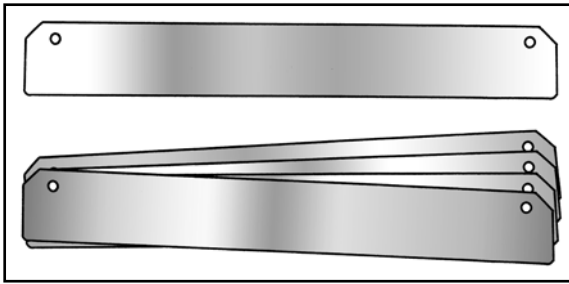

Fig. 2
- 3** Colocar la plataforma empotrable en el espacio de instalación, usando si es necesario los espesores de chapa para cubrir el espacio entre los lados del hueco y la plataforma misma (**Fig. 2**).